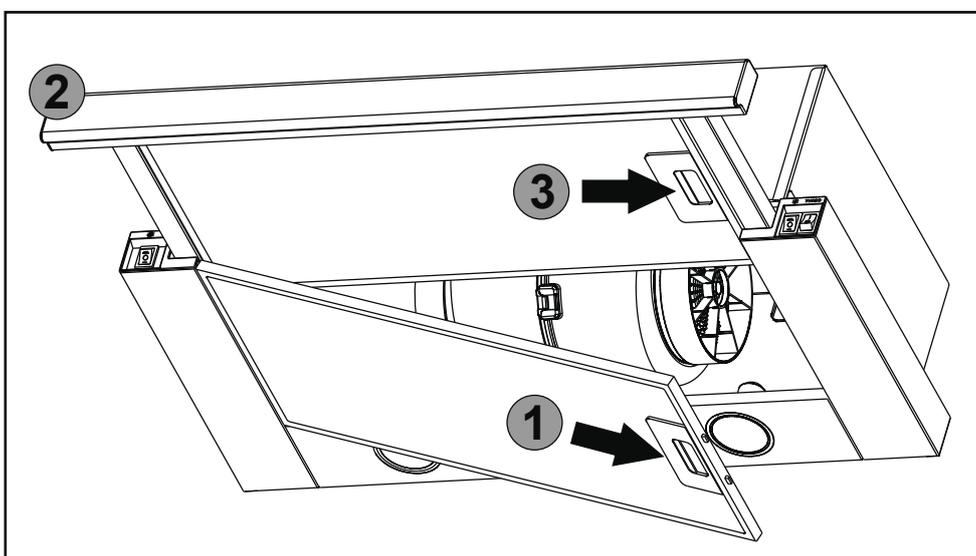

Рис.6
8.7 Для зняття алюмінієвого фільтра (**рис.6**) слід натиснути на пружинну засувку алюмінієвого фільтра **1** і зняти його. Витягнути висувну панель з фільтром **2** і зняти алюмінієвий фільтр **3**. Встановлення фільтра виконується в зворотному порядку.